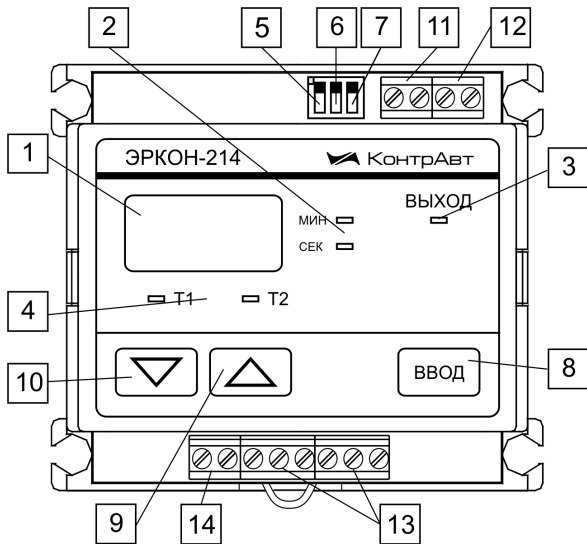

Рис. 5.1
Внешний вид реле показан на рис. 5.1.
На рис. 5.1 цифрами показаны:
К органам управления относятся кнопки: **БОЛЬШЕ, МЕНЬШЕ** и **ВВОД**, а также три переключателя: **5, 6, 7** (см. рис. 5.1).
Примечание: нумерация клемм клеммного соединителя **X2** производится слева направо (см. рис.5.1).
Примечание: нумерация клемм клеммного соединителя **X1** производится слева направо (см. рис. 5.1).
Выбор параметра, подлежащего конфигурированию, производится при помощи переключателей **6** и **7** (см. рис. 5.1). Различные положения переключателей **6**, **7** и **5** и соответствующие им состояния органов индикации в режиме конфигурирования проиллюстрированы табл. 5.3.
2. Нажать на кнопку **ВВОД** (см. рис. 5.1). При этом на цифровом индикаторе появится мигающее значение уставки **T1**. Начнет мигать индикатор **T1**, показывая, что сейчас на цифровом индикаторе отображается уставка **T1**. Загорится один из индикаторов **СЕК** или **МИН** (или **МИН** и **ЧАС** для модификации **ЭРКОН-214-Х-1-2**), показывая, в каких единицах времени измеряется значение, отображаемое на цифровом индикаторе.
2. Нажать на кнопку **ВВОД** (см. рис. 5.1). При этом на цифровом индикаторе появится надпись **t. 01**. Эта надпись означает, что выбрана для изменения уставка **T1**. Точка после буквы **t** будет часто мигать.
2. При помощи кнопок **БОЛЬШЕ** и **МЕНЬШЕ** (см. рис. 5.1) установить желаемое значение номера временной диаграммы.